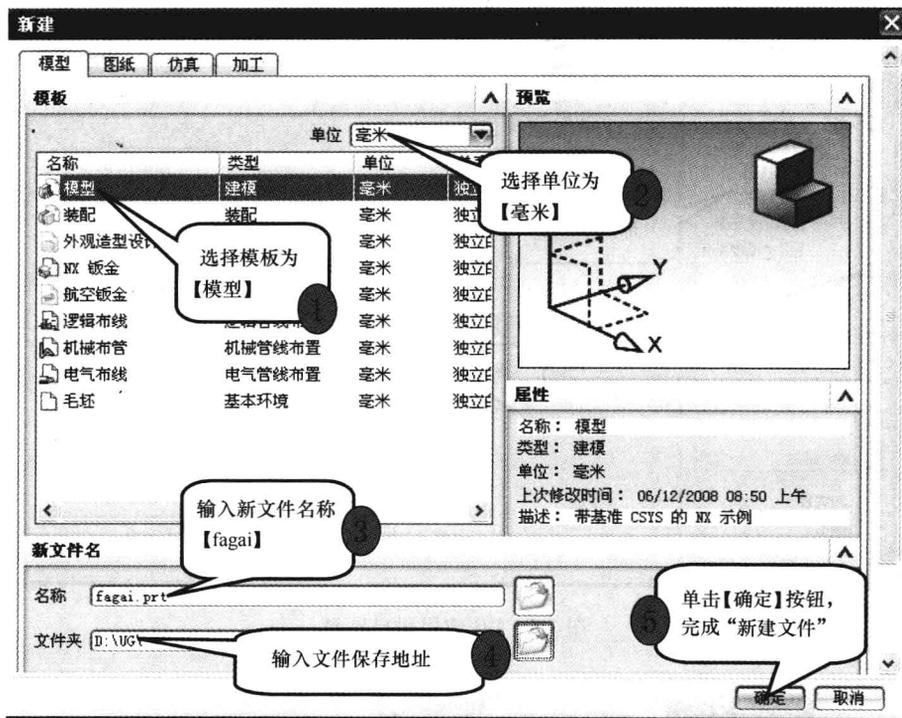
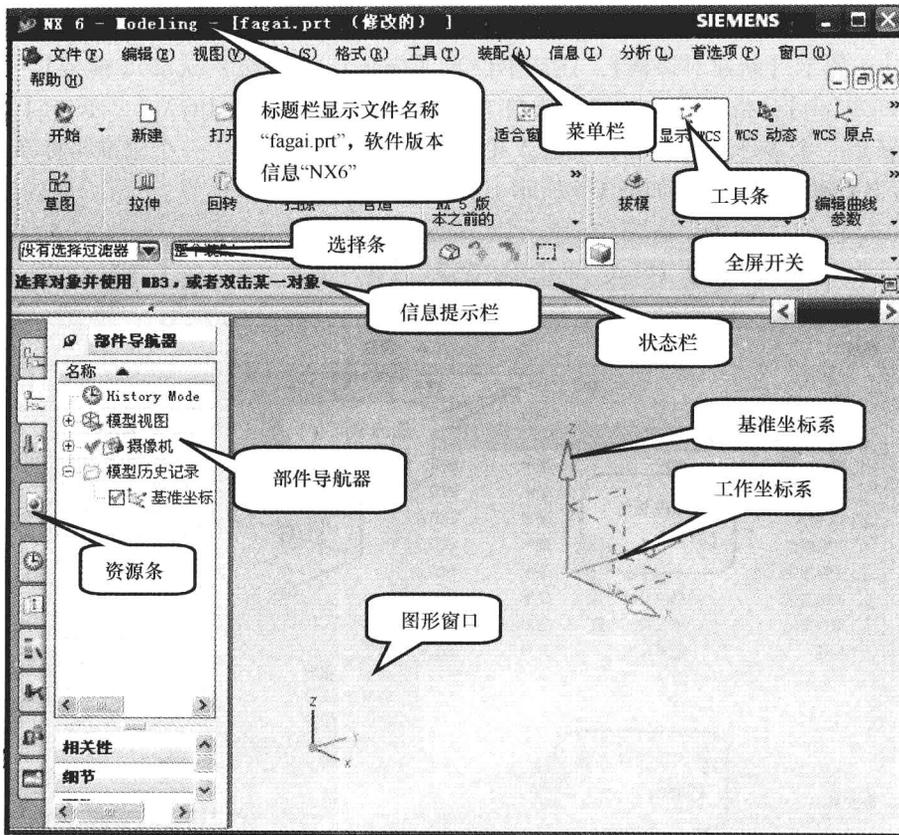

图 1-4 UG 新建文件对话框
图 1-5 UG 建模用户界面
(2) 在 UG NX 软件中选择【新建】图标或从文件下拉菜单中选择【新建】选项，弹出如图 1-4 所示【新建对话框】。注意单位为【毫米】，【模板】选择【模型】，输入新文件名称【fagai.prt】，指定文件放置的文件夹所在的位置【D:\UG\】，单击【确定】按钮。完成新建一个零件文件，并自动进入建模模块。该文件包含了一个基准坐标系和工作坐标系，UG NX 建模用户界面如图 1-5 所示。